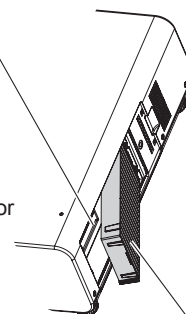

Figura 3
- Después de extraer la unidad del filtro de aire, quite los cuerpos extraños de gran tamaño y el polvo del compartimiento de la unidad del filtro de aire y del orificio de entrada de aire del cuerpo del proyector, si los hubiera. (Figura 3)